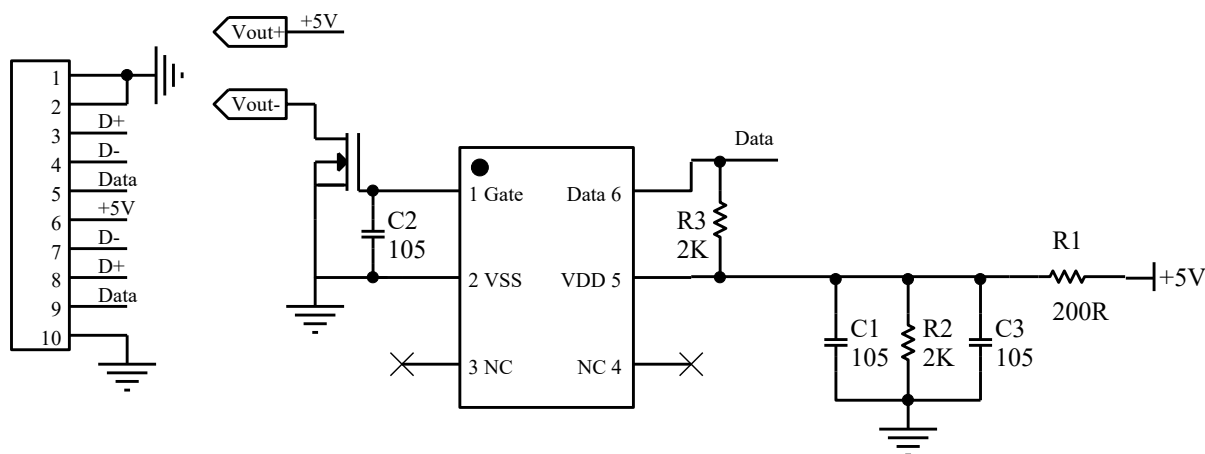

图 2 加 MOS 管电路原理图
- 加 N-Channel MOSFET，参考图 2 电路原理图。